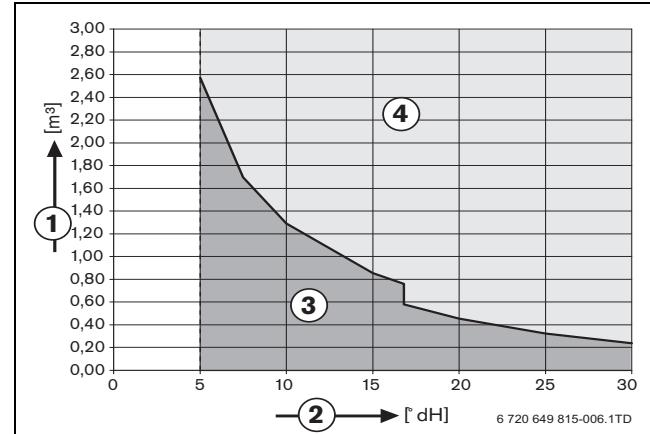

Bild 1 Anforderungen an Füll- und Ergänzungswasser für Logamax plus Einzelgeräte bis 50 kW
- ▶ Unbehandeltes Leitungswasser nach Trinkwasserverordnung oder vollentsalztes Füllwasser mit einer Leitfähigkeit von ≤ 10 Microsiemens/cm verwenden (→ Bild 1). Grundwasser ist nicht gestattet. Bei Verwendung von Wasserzusatzmitteln, vorab Ihre Buderus-Niederlassung kontaktieren.